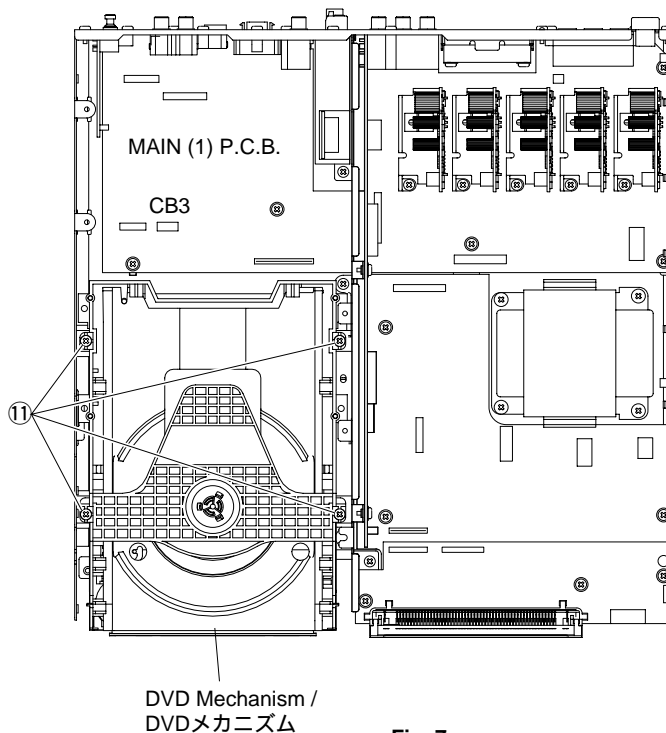

Fig. 7
- f. Remove connector CB3 in Fig. 7.
- g. Remove 4 screws ( ⑪ ) and then remove the DVD Mechanism in Fig. 7.
- f. コネクターCB3を外します。( Fig. 7 )
- g. ⑪のネジ4本を外し、DVDメカニズムを外します。( Fig. 7 )